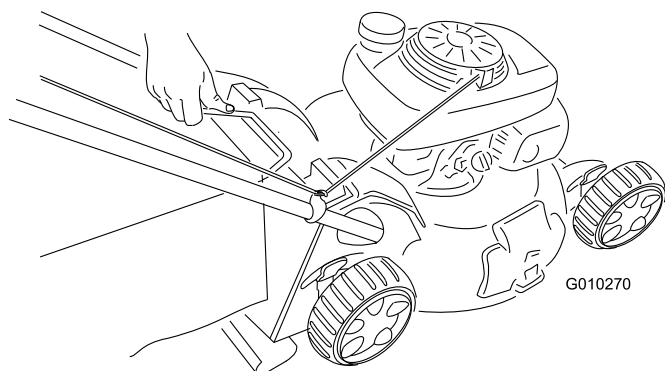

Figura 29
2. Sollevare la maniglia del cesto di raccolta estraendola dalle scanalature presenti sulla parte superiore della macchina e staccare il cesto dalla macchina stessa (Figura 29).